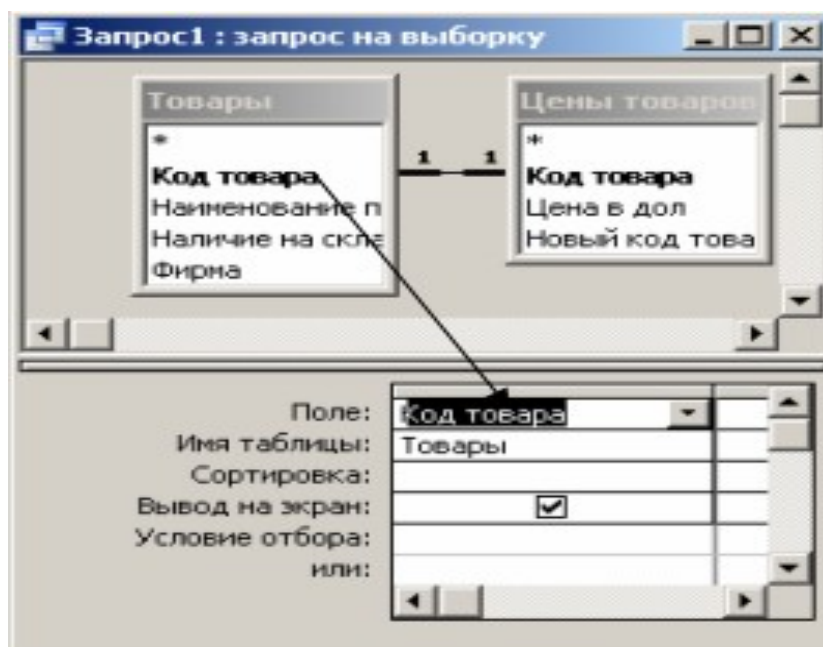

Рис. 5.4. Вид запроса на выборку в режиме графического конструктора запросов после перетаскивания полей
- Отпустите пиктограмму *Поле*. Результат выполнения операции приведен на рис. 5.4.